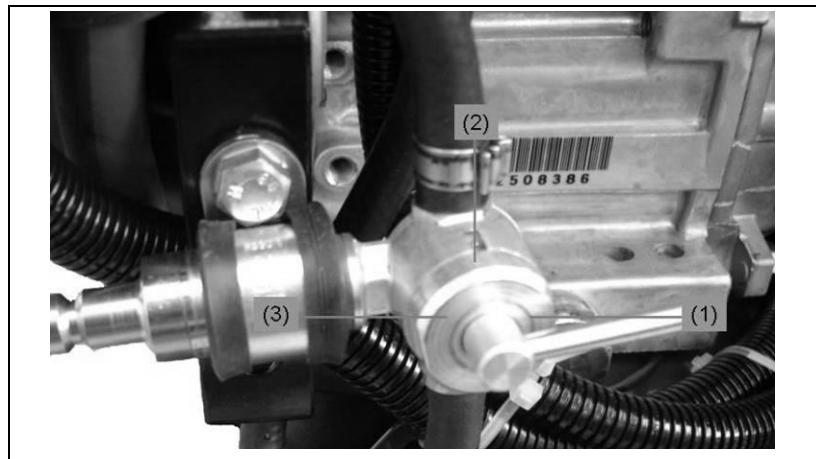

Abb. 5-11: 3 Wege Kraftstoffhahn
3. Kraftstoffhahn auf Eigen-Tank (Abb. 5-11-(2)) stellen.
8. Kraftstoffhahn auf „Fremdbetankung“ (Abb. 5-11-(3)) stellen.